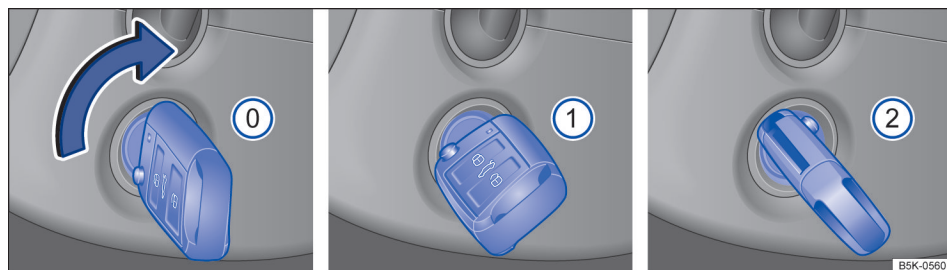

图 83 点火开关锁孔位置
① 切断点火开关电源/关闭发动机/锁止方向盘
点火钥匙处于该位置时→图 83 ①，关闭点火开关，发动机熄火，同时啮合方向盘锁止机构，锁止方向盘。